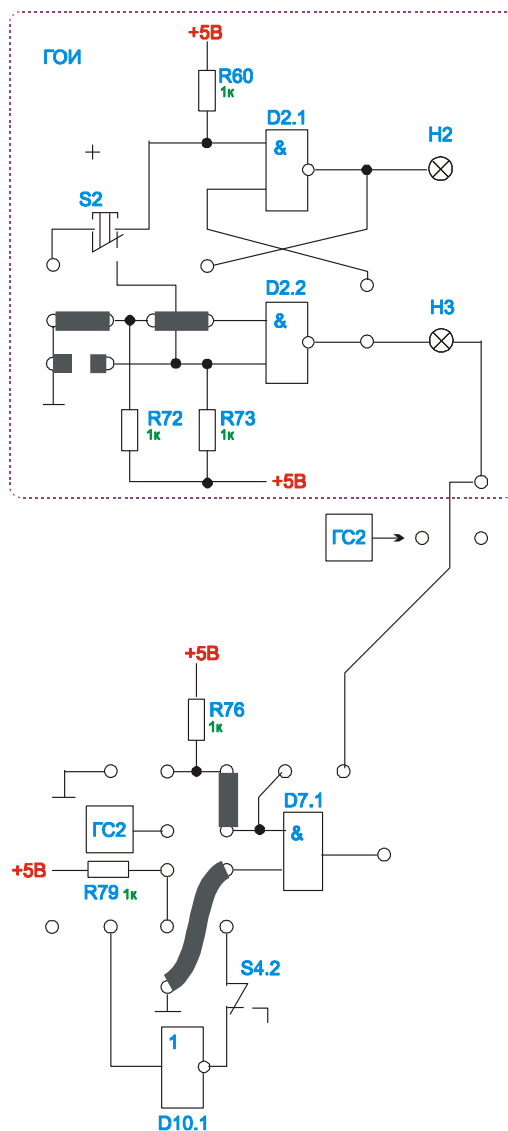

Рис. 1. Схема для исследования логических элементов
1. Собрать схему в соответствии с рис. 1.
2. Для логических элементов НЕ, И, И-НЕ, схемы которых представлены на рис. 1, практически проверить правильность составленных ранее таблиц истинности и временных диаграмм. Для подачи на вход логического элемента уровня логической "1" необходимо подключить соответствующий вход через сопротивления R76, R79, R72 либо R73 к источнику питания "+5В". Для подачи на вход ЛЭ уровня логического "0" необходимо этот вход подключить к общему проводу. Выходной сигнал логического элемента регистрируется осциллографом.